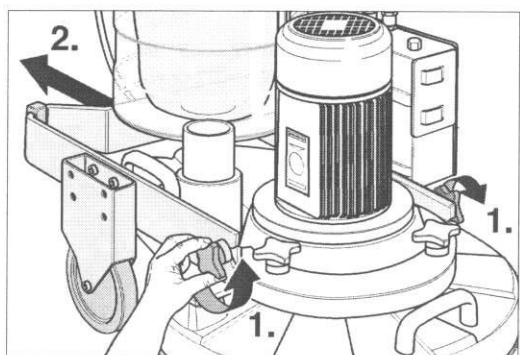

Fig. 45 Après avoir débloqué les poignées en étoile, le chariot peut être déplacé vers l'arrière.
- 8 Desserrer maintenant les deux poignées en étoile latérales sur le boîtier et faites rouler le chariot à l'horizontale en le déplaçant vers l'arrière (fig. 45).